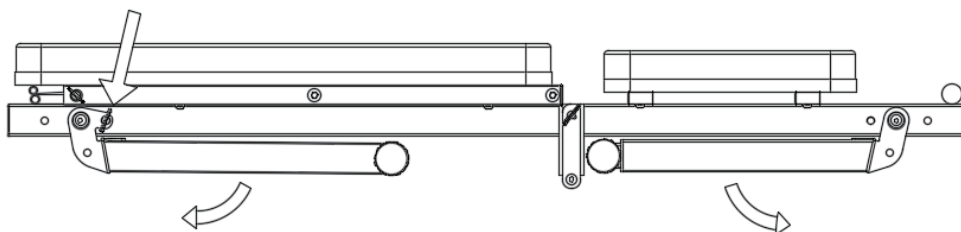
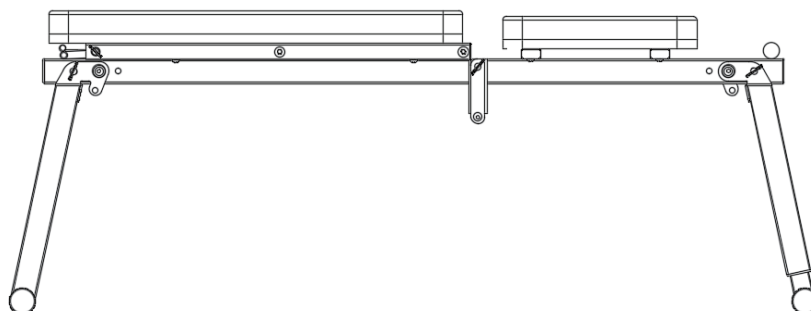

Figure 2
Figure 3
3. Tournez-le dans la direction indiquée par la flèche de rotation jusqu'à l'état indiqué à la figure 2 et insérez la broche tirée pour la fixer ;
4. Tirez la broche indiquée par la flèche à la figure 2, tournez-la dans la direction indiquée par la flèche de rotation jusqu'à l'état indiqué à la figure 3, et insérez la broche tirée pour la fixer.